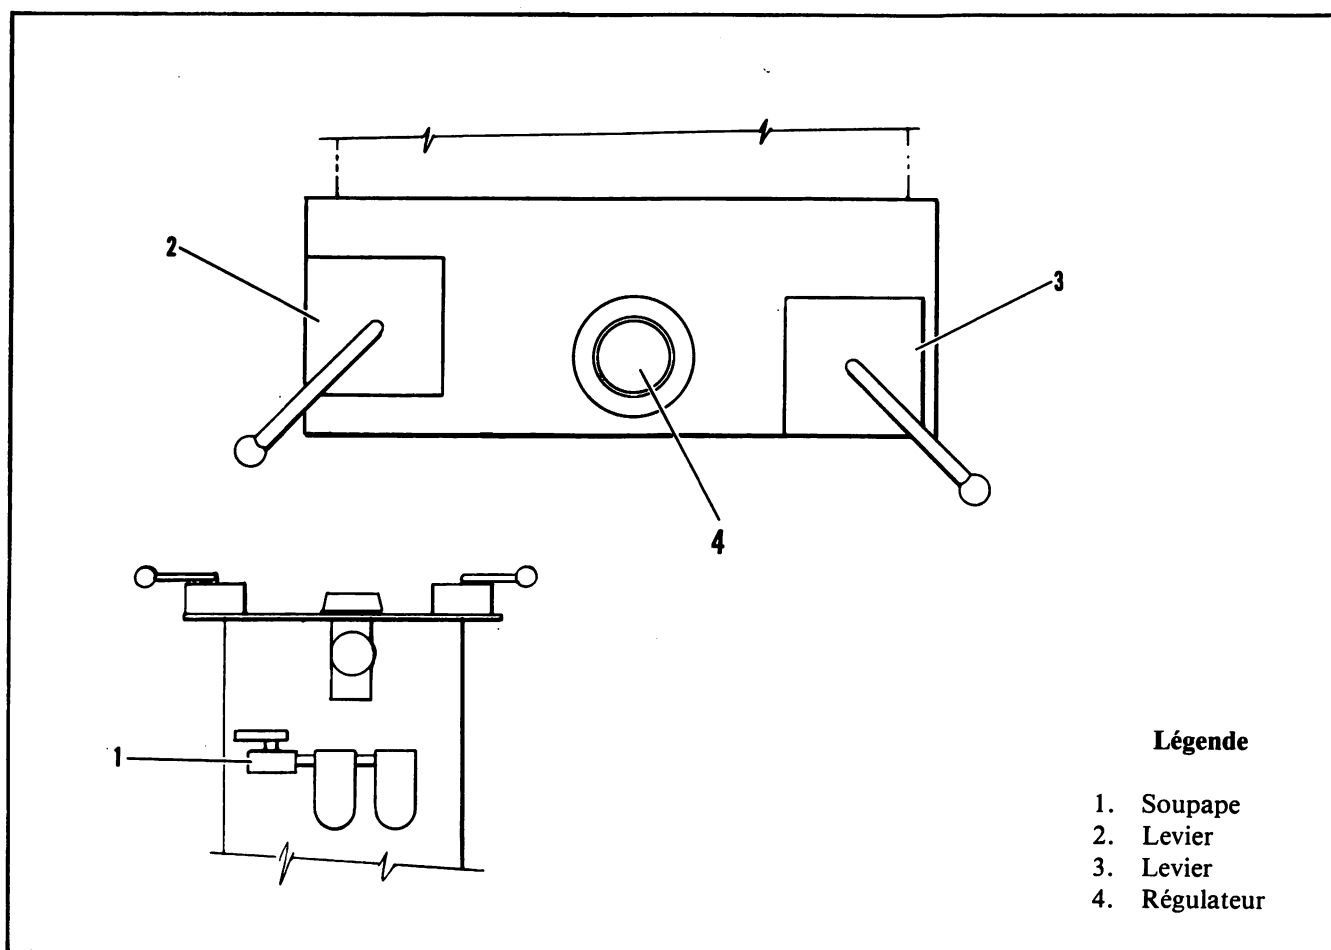

Figure 3-13 Disposition du panneau de commande
**3-8-2 Translation de l'hélicoptère à l'intérieur du hangar:** (hangar escamoté - porte ouverte) (se reporter à la fig. 3-13)
**3-8-3 Translation de l'hélicoptère en dehors du hangar:** (se reporter à la fig. 3-13)
**3-8-4 Réglage:** (se reporter à la fig. 3-13)